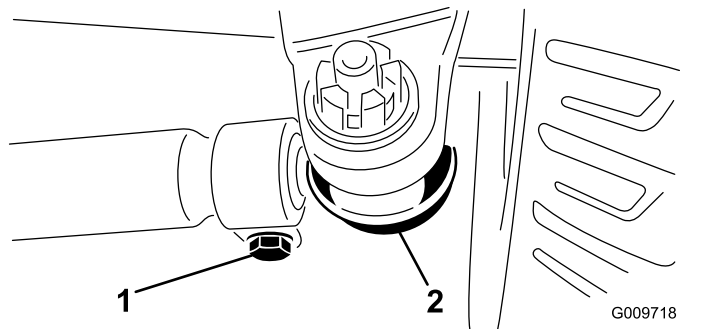

Figura 71
2. Para realizar el ajuste, retire la chaveta y la tuerca de cualquiera de las rótulas de la biela (Figura 71), y retire la rótula de la biela del soporte del eje.
3. Afloje las abrazaderas en ambos extremos de las bielas (Figura 71).
4. Gire la rótula desconectada una (1) revolución completa hacia dentro o hacia fuera, y apriete la abrazadera en el extremo libre de la biela.
5. Gire el conjunto completo de la biela una (1) revolución completa en el mismo sentido (hacia dentro o hacia fuera) y apriete la abrazadera del extremo conectado de la biela.